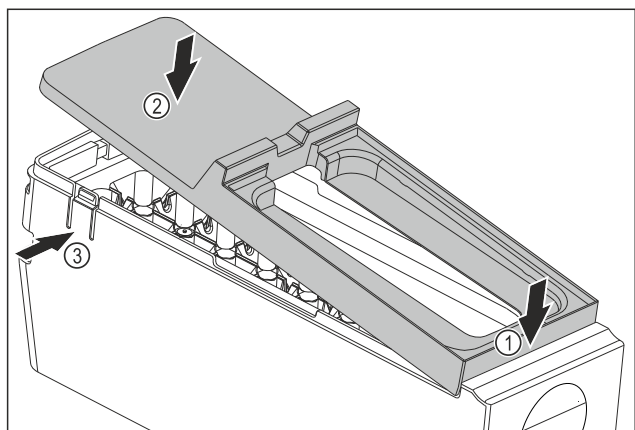

Fig. 134
- ▶ Montare la copertura del corpo dell'EasyTwist-Ice: Applicare la copertura sul davanti. Fig. 134 (1)
- ▶ Abbassare la copertura sul retro. Fig. 134 (2)
- ▷ La copertura si innesta in entrambe le linguette Fig. 134 (3) in modo udibile.